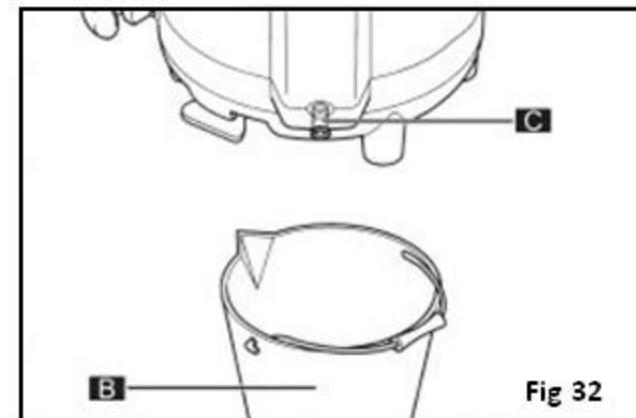

Fig 32
- Einen Behälter (B) mit einem Fassungsvermögen von mehr als 3 Litern unter die Anzapfkappe (C) stellen
- Mit einer Münze oder einem Inbusschlüssel die Anzapfkappe (C) abschrauben
- Die Kappe (C) mit einer festen Bewegung herausziehen und warten, bis das gesamte Wasser aus dem Boilertank herausgeflossen ist (Abb. 32)